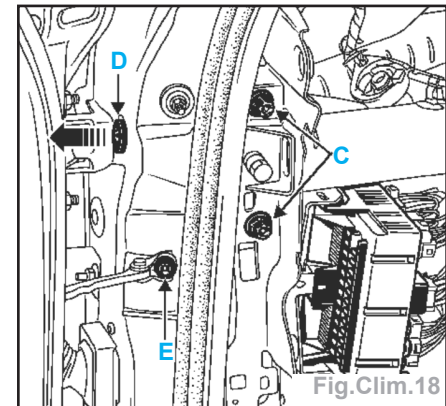

Fig.Clim.18
- les vis de fixation (C) et (D) de la poutre (Fig.Clim.18),